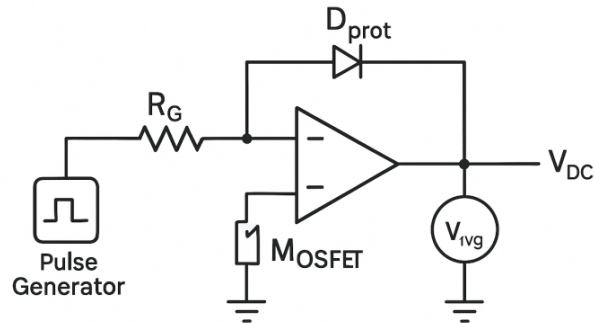

Рисунок 1 Схема управління швидкістю двигуна за допомогою ШІМ
2. **Схема:** Підключіть вихід генератора ШІМ через ключ (наприклад, MOSFET-транзистор) до індуктивного навантаження (імітація двигуна) (рис.1).